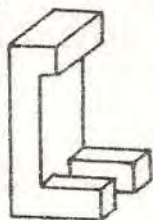

Fig. 2
1. Se posiciona directamente sobre la mesa de trazar, cuando existe una superficie plana de referencia en la pieza (fig. 2).